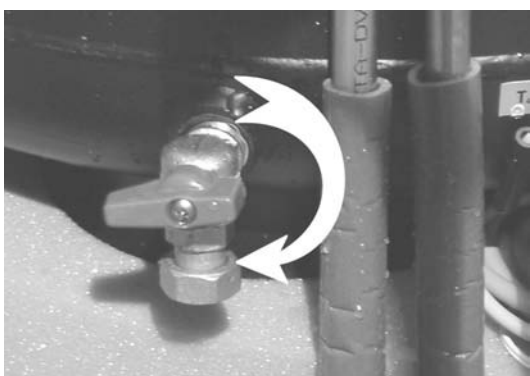

Bild 8: Unteren Eckkugelhahn drehen
- Den unteren Eckkugelhahn in das Gewinde um 180° nach rechts hineindrehen, so dass der Abgang nach unten zeigt, um die weitere Montage zu erleichtern (**Bild 8**).